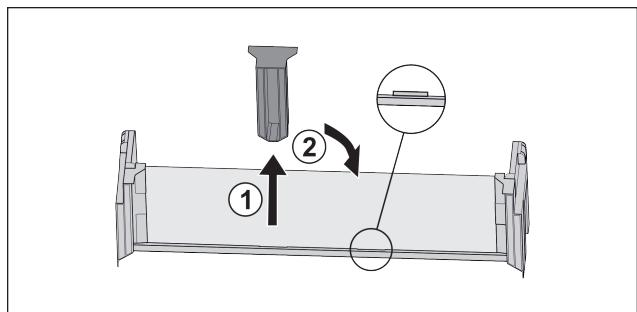

Fig. 118
- Витягнути середню деталь для підтримки Fig. 118 (1).
- Вставити середню деталь для підтримки на друге положення Fig. 118 (2).